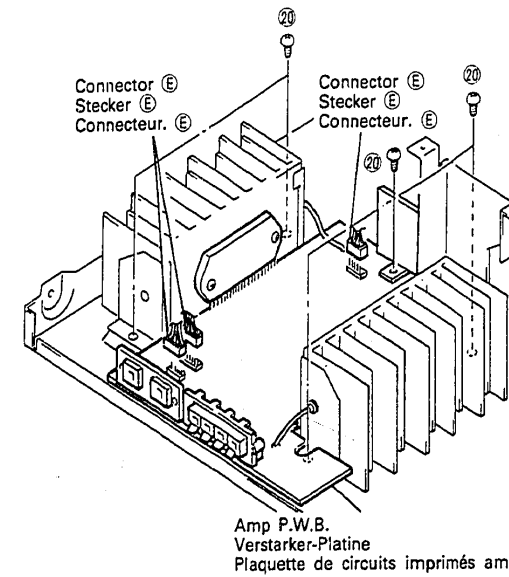

Fig. 18 Abb. 18
20. **Verstärker-Platine (Abb. 18)**
**20. Plaquette de circuits imprimés ampli (Fig. 18)**